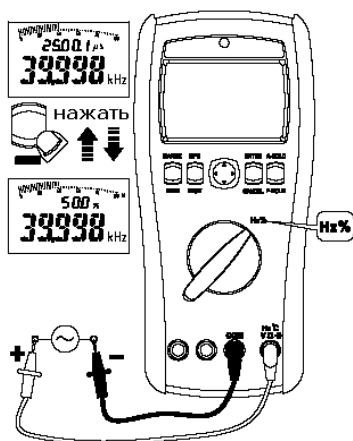

Рис.7.5
4. Подключить измерительные провода параллельно источнику (рис.7.5).